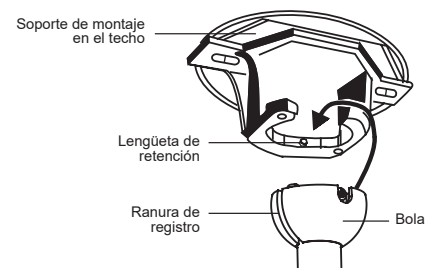

Figura 9
Paso 9. Levante el conjunto del motor a su posición y coloque la bola de suspensión en el soporte de montaje del techo. Gire todo el conjunto hasta que la lengüeta de retención haya caído en la ranura de registro y se asiente firmemente. **(Figura 9)**